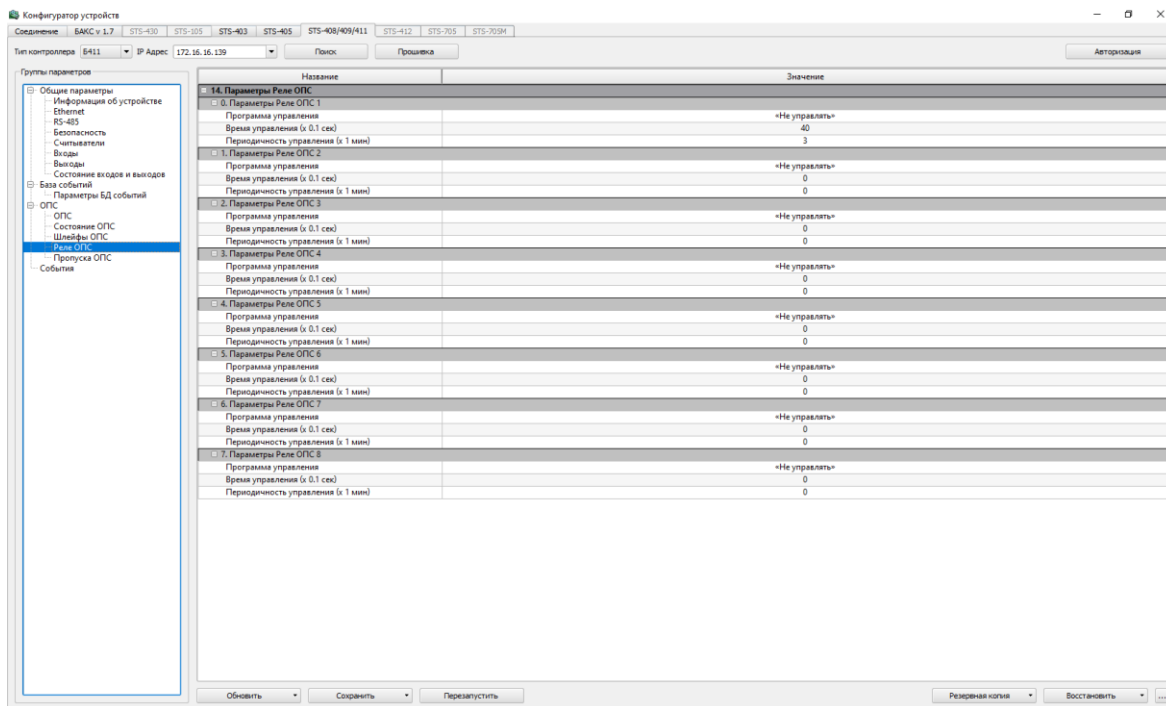

Рисунок 23 – Реле
– Реле ОПС – здесь содержатся параметры всех реле с возможностью настройки (рисунок 23)